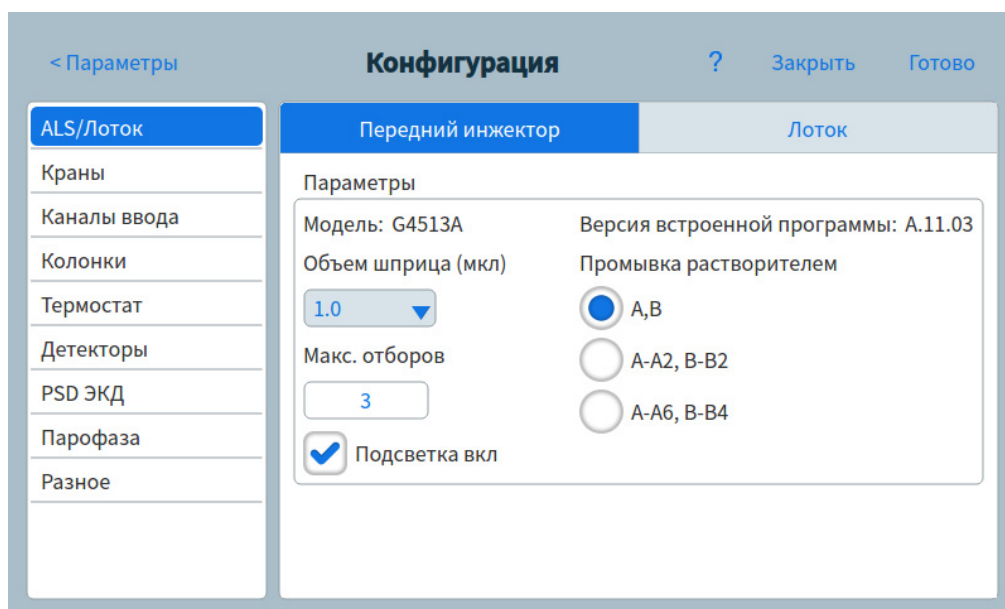

Рис. 53 Страница конфигурации
- 2 Нажмите кнопку **Конфигурация**. Откроется страница конфигурации. См. Рис. 53 на стр. 138.